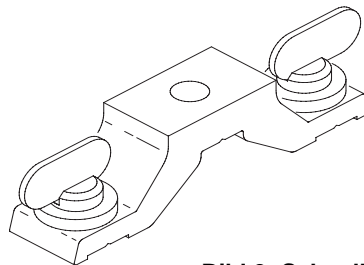

Bild 2: Schnellverschlüsse
3. Siehe Bild 2. Setzen Sie die Klemmenadapter auf die Aufnahmen an der Basis des Gerätes. Führen Sie die Schnellverschlüsse ein und verriegeln Sie sie durch eine Viertelumdrehung im Uhrzeigersinn.